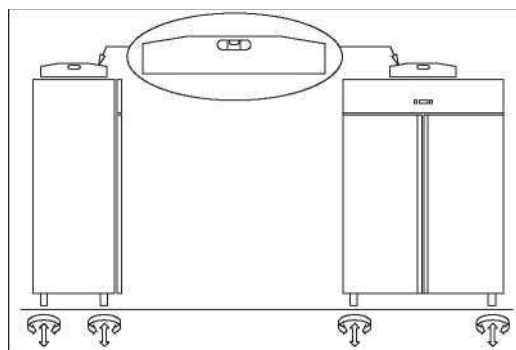

Рис.5
- установить шкаф с помощью уровня с возможной регулировкой ножек металлического основания (рис. 5);
- Расположите шкаф, как описано выше (Рис. 5);